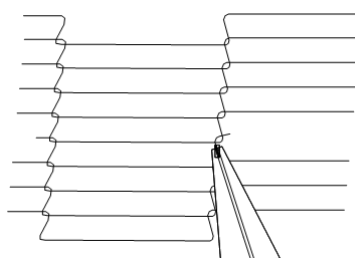

Рис.4-27
6. Повторно соедините внутренние замыкающие звенья (Рисунок 4-27.)